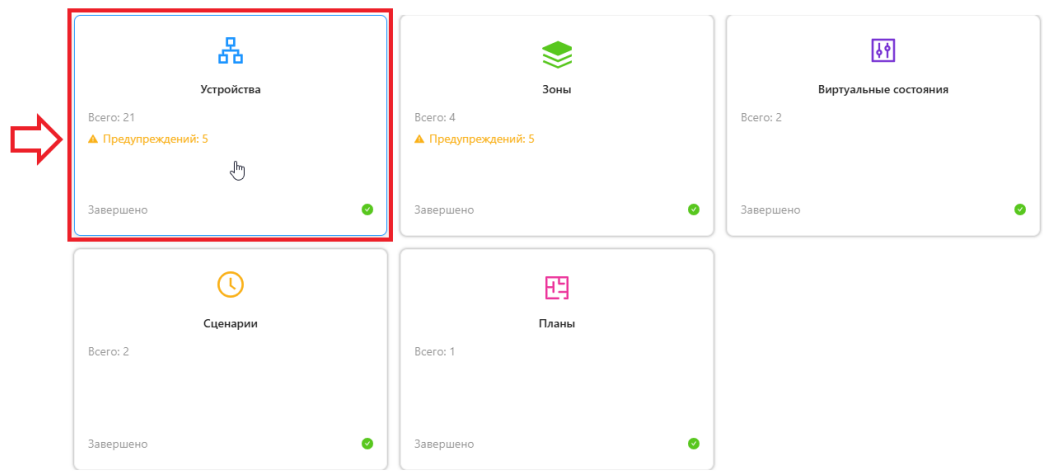

Рисунок 7.33 – Выбор элемента проекта с предупреждениями
1) нажмите на раздел проекта с предупреждениями или ошибками, чтобы открыть список его вложенных объектов, как показано на рисунке Рисунок 7.33;